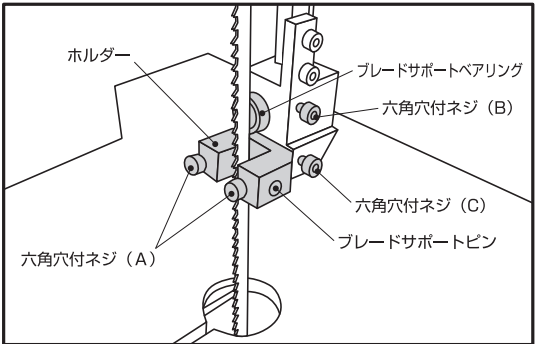

図7
- 1.六角穴付ネジ(A)をゆるめて、ブレードサポートピン(図7)を、できるだけ鋸刃に近づけてください。(1mm以下)